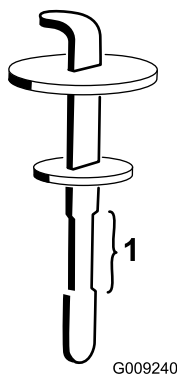

図 131
5. 補給口の首からディップスティックを抜き、ウェスできれいに拭う。もう一度首に差し込んで引き抜き、オイルの量を点検する 図 131。